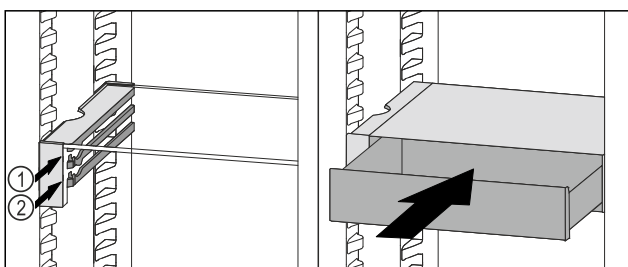

Fig. 107
- Поставете чекмеджето на VarioSafe зад ограничителите върху желаното ребро Fig. 107 (1) или Fig. 107 (2).